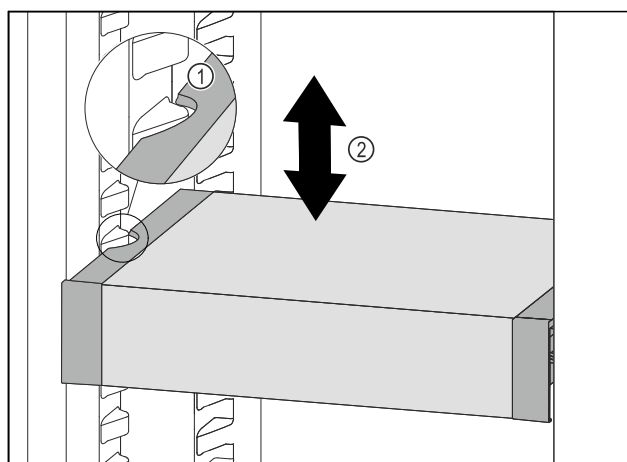

Fig. 56
- Táhněte VarioSafe dopředu, dokud nebudou boční vybrání VarioSafe na úrovni žebrování na nádoby v chladniče. Fig. 56 (1)
► Posouvejte VarioSafe v chladniče nahoru nebo dolů, dokud nedosáhnete požadované výšky. Fig. 56 (2)